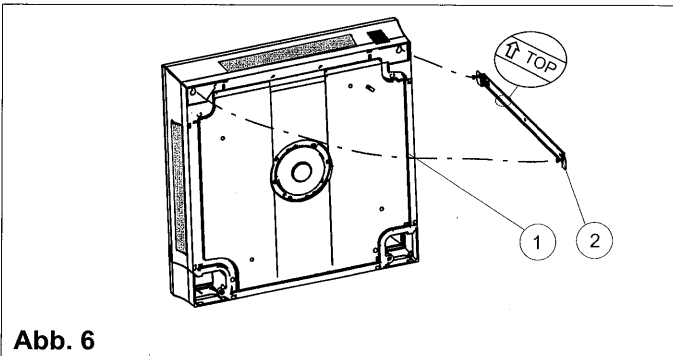

Abb. 6
1. Abbildung 6 zeigt die Position der Montageschiene entsprechend der Einheitsgröße.